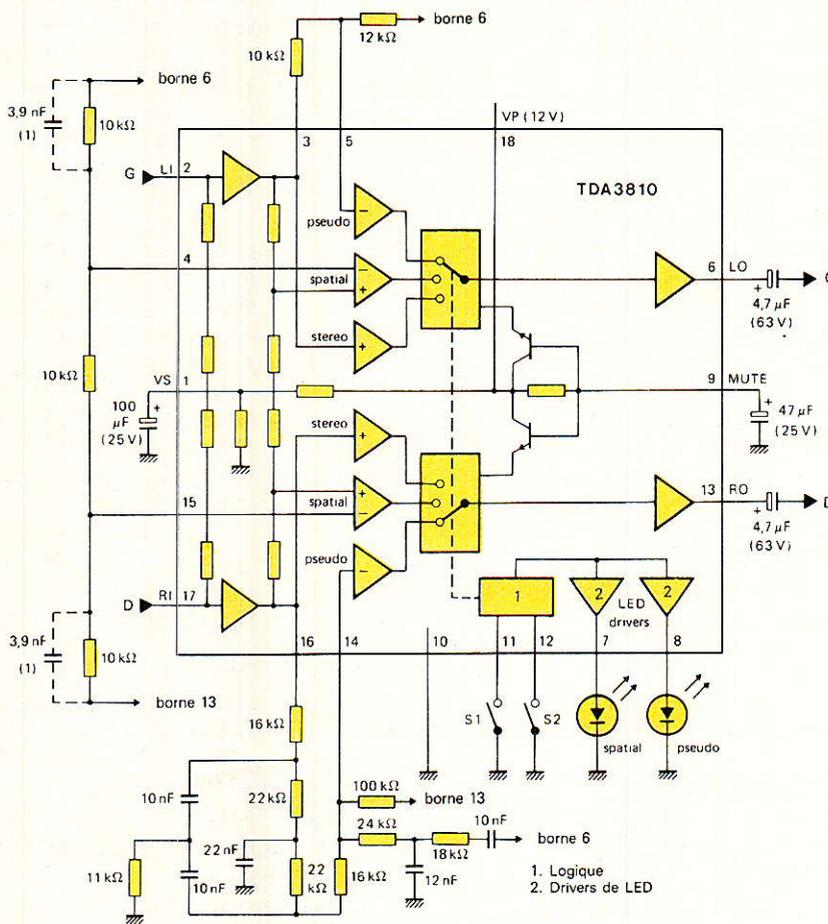

Figure 4 - Schéma de principe du trqueur RTC TDA 3810 toutes options.
C'est le seul qui marche, bien qu'il en existe un autre dans la documentation du TDA 3810. On le voit en **figure 4** assez clairement, ce n'est pas vraiment clair.
Au point 180°, les voies D et G sortent des tensions en opposition de phase totale, et ceci s'opère vers 750 Hz (environ) avec les valeurs du schéma de la **figure 4**. Le condensateur de 12 nF permet simplement de déplacer ce point vers 700 Hz (environ) avec 15 nF en lieu et place.
Sur le schéma de la figure 4 apparaissent des condensateurs de correction de l'aigu pour le mode « spatial » qui sont en pointillé avec mention (1). Notre circuit improvisé se voulant universel les a prévus, mais nos essais montrent que s'ils sont placés ($3,9 \text{ nF} = 3,3 \text{ nF} + 680 \text{ pF}$) et bons pour la stéréo spatiale, ils font osciller la stéréo normale...